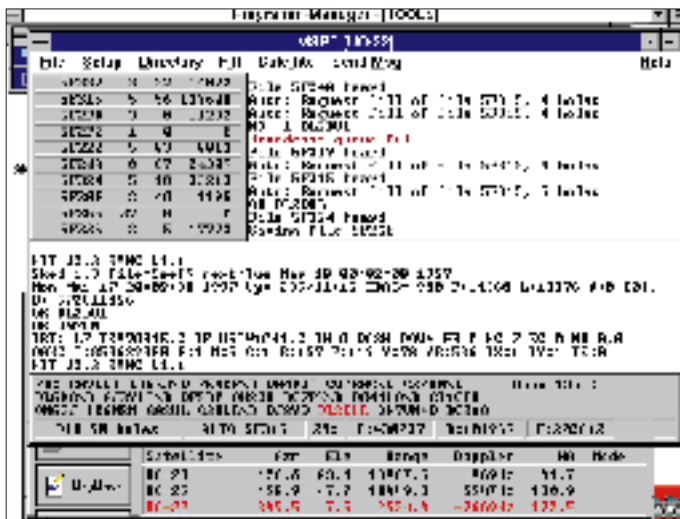

Bild 7: Monitorschirm von WiSP-MSPE beim Empfang von UO-22
Das S-Meter des FT-736 wandert aus dem linken Anschlag heraus. Auf dem MSPE-Schirm entsteht Bewegung (Bild 7). Die ersten Pakete laufen ein. Links unten wird unter PB die Warteschlange am Broadcast-Kanal eingetragen, und rechts unten steht der Status der Uplink-Strecke (*Open 12a* bis *Full*). Hat man *Print Header* unter MSPE-Setup > *General Options* eingetragen, sieht man, an wen die Pakete gehen. Setzt man unter MSPE-Setup > *Broadcast*
- Der Satellit hört mich, ich bekomme *OK DL2DUL*, und mein Rufzeichen wird rot in die Warteschlange eingetragen (Bild 7). Hurra, es funktioniert! Steht hinter meinem Rufzeichen ein *!D*, werden Löcher des Directory abgerufen. Das Rufzeichen rutscht von hinten nach vorn durch. Wenn mein Rufzeichen vorn steht, bekomme ich meine Datenportion. Ist meine Anforderung noch nicht vollständig erledigt, setzt der Satellit mich sofort wieder hinten dran. Habe ich nur wenige Pakete angefordert, werde ich gleich an die Spitze der Schlange geschoben und bedient. Danach muß ich auf das nächste *OK* warten.